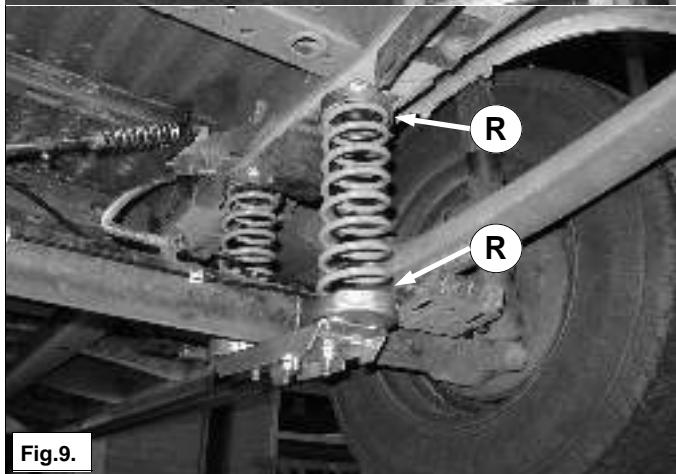

Fig.9.
- Hef de auto uit zijn veren. Plaats de rubbers R in de veerhouders en plaats de hulpveer C onder goed in het slot op rubber R en druk de hulpveer krachtig in en plaats hem boven op rubber R. Zie fig. 9.
- Jack up the car. Put the rubbers R into the spring seats and fit the auxiliary spring C on rubber R pay attention that the end of the coil stands correctly on rubber R spring, fit it in the upper seat by pulling it down wards and placing it in the upper spring seat. See fig. 9.
- Heben Sie das Fahrzeug an. Montieren Sie die Gummis R in die Federhalter und montieren Sie die Hilfsfeder C richtig auf Gummi R, ziehen Sie die Hilfsfeder nach unten und stellen Sie die Hilfsfeder am obere Seite in der Federhalter. Siehe Fig. 9.
- Soulevez le véhicule hors des ressorts. Placez les caoutchoucs dans les supports de ressort et montez le ressort auxiliaire C en le comprimant fortement dans la coupelle inférieure et en le plaçant dans la coupelle supérieure. Cf. fig. 9.
- Levante el vehículo de los muelles. Coloque las gomas en los soportes de muelle y monte el muelle auxiliar C, empujándolo en el disco inferior e introduciéndolo en el disco superior. Ver fig. 9.